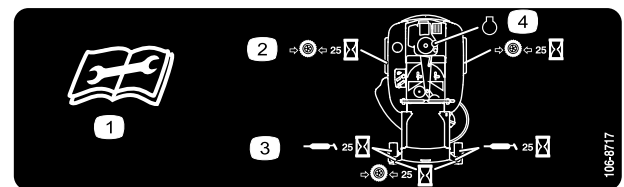

Bild 20
3. Reinigen Sie die Schmiernippel (Bild 19 und Bild 20) mit einem Lappen. Kratzen Sie bei Bedarf Farbe vorne von den Nippeln ab.
4. Setzen Sie die Fettpresse nacheinander an allen Nippeln an (Bild 19 und Bild 20). Fetten Sie die Nippel, bis das Fett beginnt, aus den Lagern auszutreten.